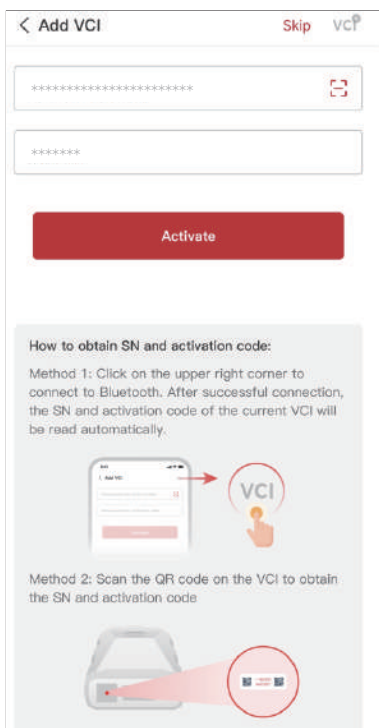

Figure 3-8
- ① Tippen Sie auf **“Ich” > “VCI-Verwaltung” > “+”**.
- ② Um die Seriennummer und den Aktivierungscode zu erhalten, scannen Sie bitte den QR-Code auf dem Produkt. Alternativ können Sie auf das **VCI** Symbol oben rechts im Aktivierungsbildschirm tippen, um eine Bluetooth-Verbindung herzustellen (siehe Abbildung 3-8). Sobald die Bluetooth-Verbindung zwischen dem DS200 und Ihrem Smartphone hergestellt ist, werden die Seriennummer und der Aktivierungscode automatisch abgerufen.